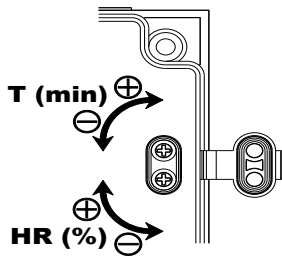

Fig.10
Регулировка значения влажности осуществляется при помощи потенциометра “%Hr”, который размещен в плате с печатной схемой (рис.10) после снятия решетки (1):
Для регулировки устройства выдержки времени необходимо повернуть потенциометр “ t min.”, который размещен в плате с печатной схемой (рис.10):